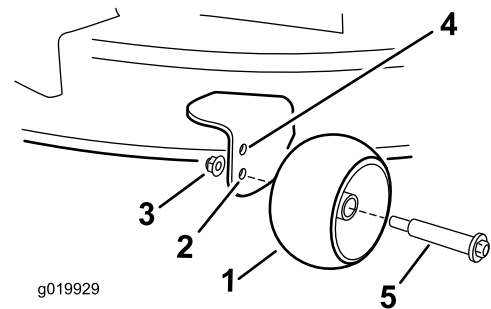

Bild 31
- Oberes Loch: Verwenden Sie diese Stellung mit dem Mähwerk in der Schnitthöheneinstellung 63 mm oder niedriger (Bild 31).
- Unteres Loch: Verwenden Sie diese Stellung mit dem Mähwerk in der Schnitthöheneinstellung 76 mm oder höher (Bild 31).